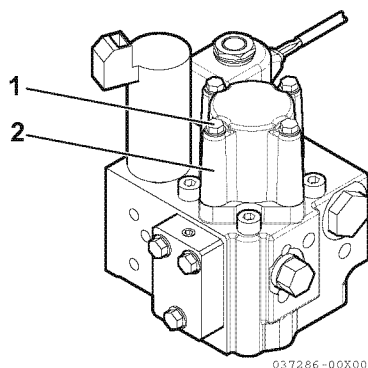

Figura 4
1. Quite los cuatro pernos de montaje. (1, **Figura 4**) de la válvula eléctrica de arrastre (2, **Figura 4**).